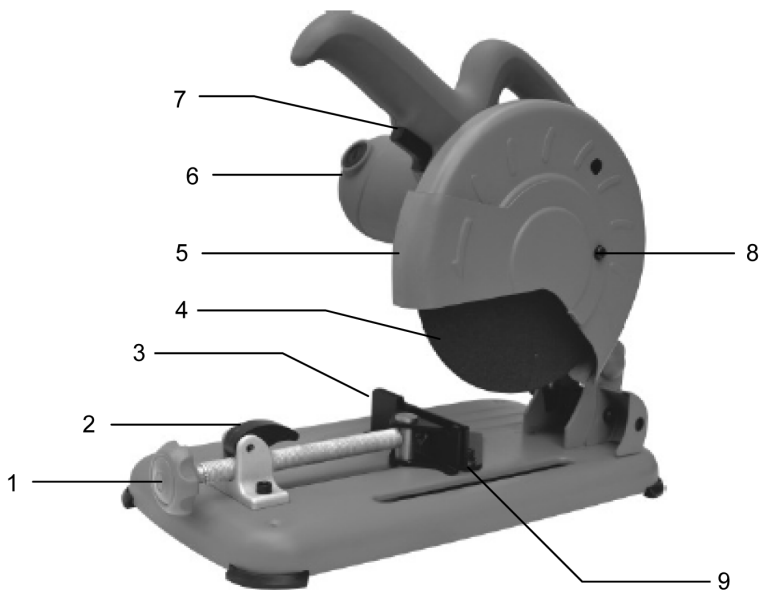

Рис. 1
2. Открутите винт фиксации кожуха 8 (Рис. 1,2,3) и сдвиньте кожух, чтобы был доступ к фланцу крепления диска.